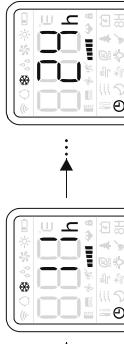

Рисунок 2
3. Кнопками (⌚) и (⌚) установите необходимое время через которое кондиционер отключится (см. рисунок 2).
3. Кнопками (⌚) и (⌚) установите необходимое время через которое кондиционер включится (см. рисунок 2).